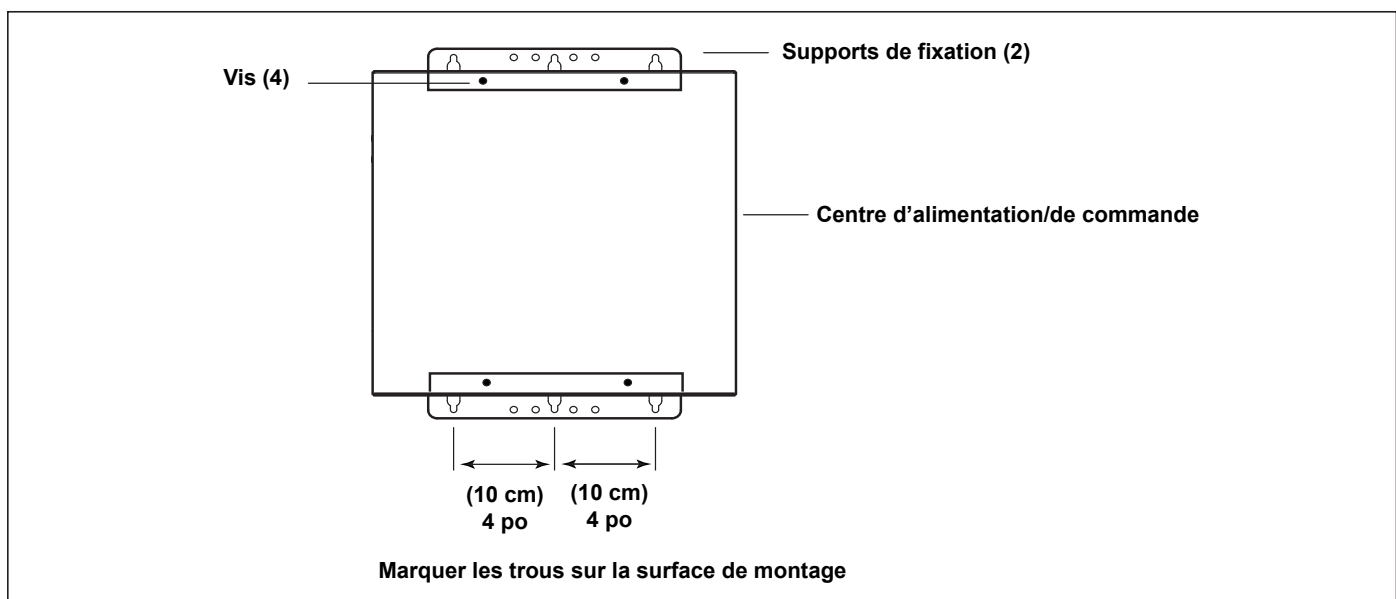
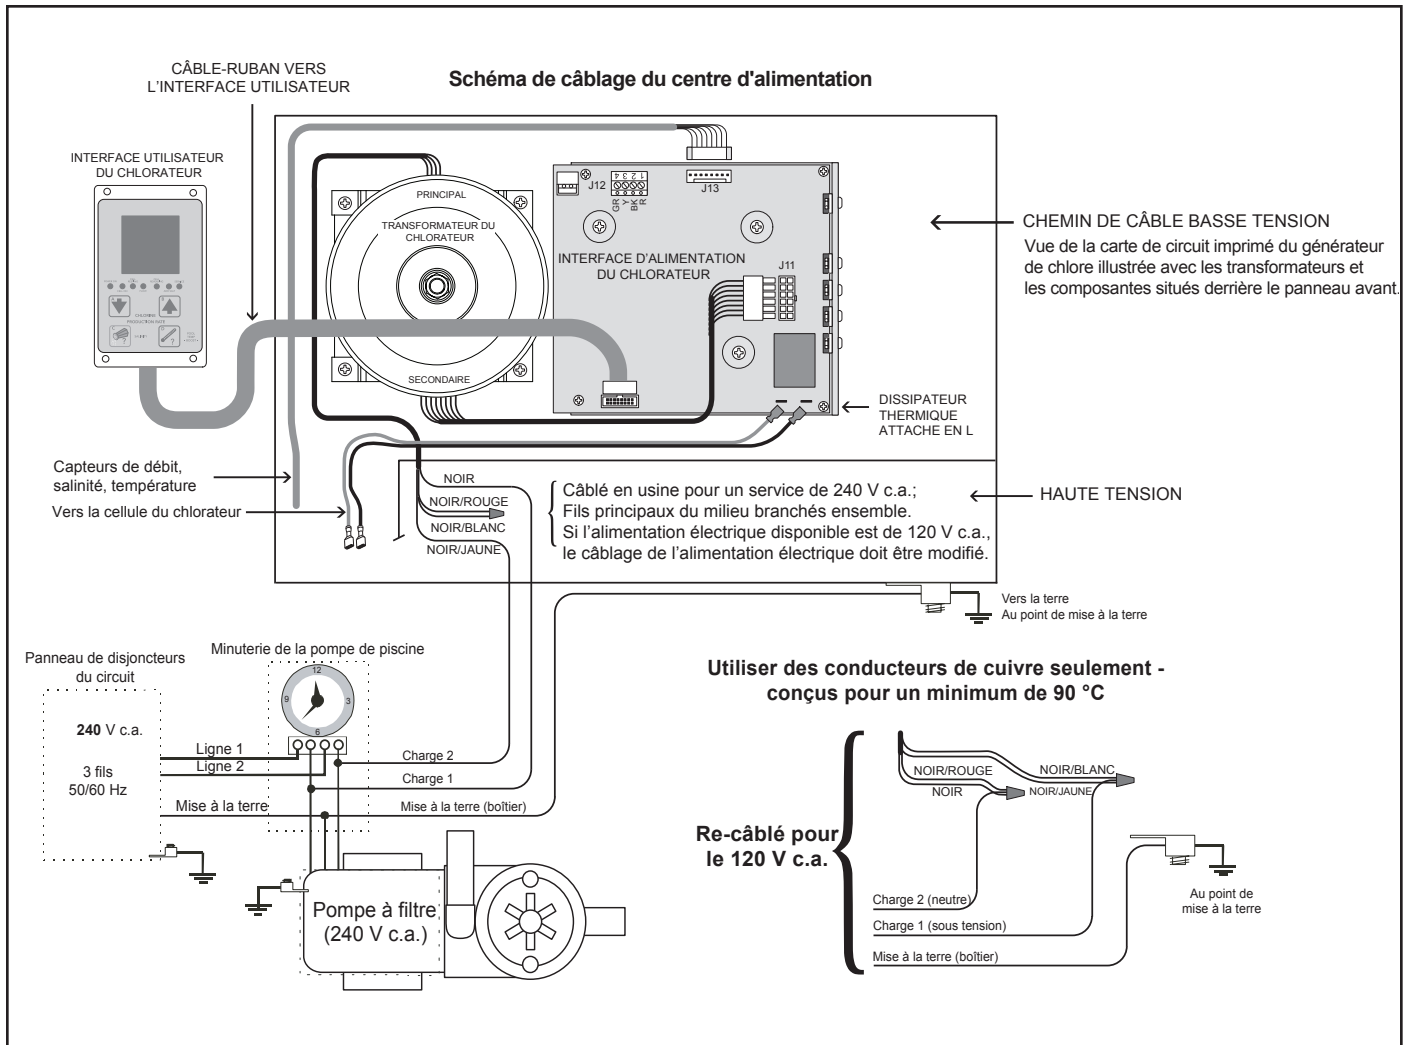

Figure 7. Installation du bloc d'alimentation
Figure 10. Schéma de câblage pour le bloc d'alimentation
2. Le centre d'alimentation/de commande est livré avec deux (2) supports robustes pleine longueur, *fixés* à l'arrière du centre d'alimentation au moment de l'expédition. Retirer les quatre (4) vis qui maintiennent les deux (2) supports et le couvercle d'expédition en carton en place (voir la Figure 7). Enlever et jeter le carton.
3. À l'aide du support de fixation supérieur comme guide, marquer trois (3) trous sur la surface de fixation où le centre d'alimentation sera installé. Percer les trous dans la surface de montage.
**REMARQUE** Les trois (3) trous de fixation ont un espacement de 10 cm (4 po) centre à centre.
4. Réinstaller les supports de fixation en haut et en bas à l'arrière du centre d'alimentation/de commande à l'aide des quatre (4) vis qui ont été retirées à l'étape 2. S'assurer que les supports sont tournés depuis leur position d'expédition originale.
5. Accrocher le bloc d'alimentation sur la surface à l'aide des trois (3) trous percés à l'étape 3. Avec le centre d'alimentation/de commande en place, marquer les trois (3) trous pour le support de fixation inférieur.
**REMARQUE** Comme pour les supports supérieurs, le support inférieur nécessite trois (3) trous de fixation. Les trois (3) trous de fixation ont un espacement de 10 cm (4 po) centre à centre.
8. Vérifier la tension de la source d'alimentation. (Tous les appareils sont câblés en usine pour du courant 240 V c.a.). *Afin d'utiliser l'alimentation de 120 V c.a., le câblage interne en usine du centre d'alimentation/de commande doit être changé. (Voir les figures 10 et 12).*
3. Installer le réducteur de tension fourni avec la trousse de la cuve dans l'entrée défonçable basse tension du bloc d'alimentation. Faire passer l'extrémité du connecteur du câble du capteur de débit/température/salinité par le raccord de réduction de tension du cordon c.c. **S'assurer que le connecteur est propre et sec**, puis brancher le câble dans le connecteur de la carte de circuit imprimé du centre d'alimentation, tel qu'il est indiqué aux figures 10, 11 et 12. **(Ne pas trop tirer sur le câble du capteur de débit/température/salinité, laisser un peu de jeu).**
5. Raccorder le cordon d'alimentation c.c. au centre d'alimentation. Faire passer le cordon d'alimentation par le même réducteur de tension que le capteur de débit/température/salinité du bloc d'alimentation. Brancher le cordon d'alimentation c.c. dans les deux (2) cosses rectangulaires (2) du câblage électrique situé dans le chemin de câbles à basse tension du centre d'alimentation/de commande, voir les figures 10, 11 et 12. Ce câblage électrique établit le raccordement entre la cellule et la carte d'interface de l'alimentation.
8. Si le câble-ruban reliant l'interface utilisateur à la carte d'interface de l'alimentation a été débranché pendant l'installation, le rebrancher avant de refixer le couvercle (voir les figures 10, 11 et 12).